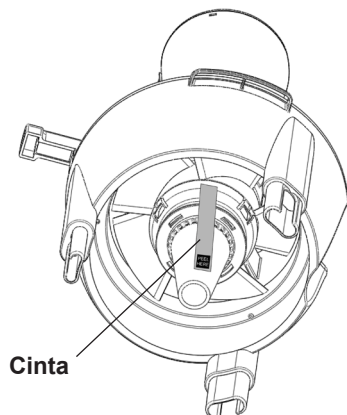

Figura 1
**ATENCIÓN:** Antes de operar la unidad, retire la tira de cinta ubicada en la parte inferior de la unidad de alimentación. Estas tiras se utilizan para asegurar los componentes de la bomba durante el envío y deben retirarse antes de la operación. Vea la figura 1.